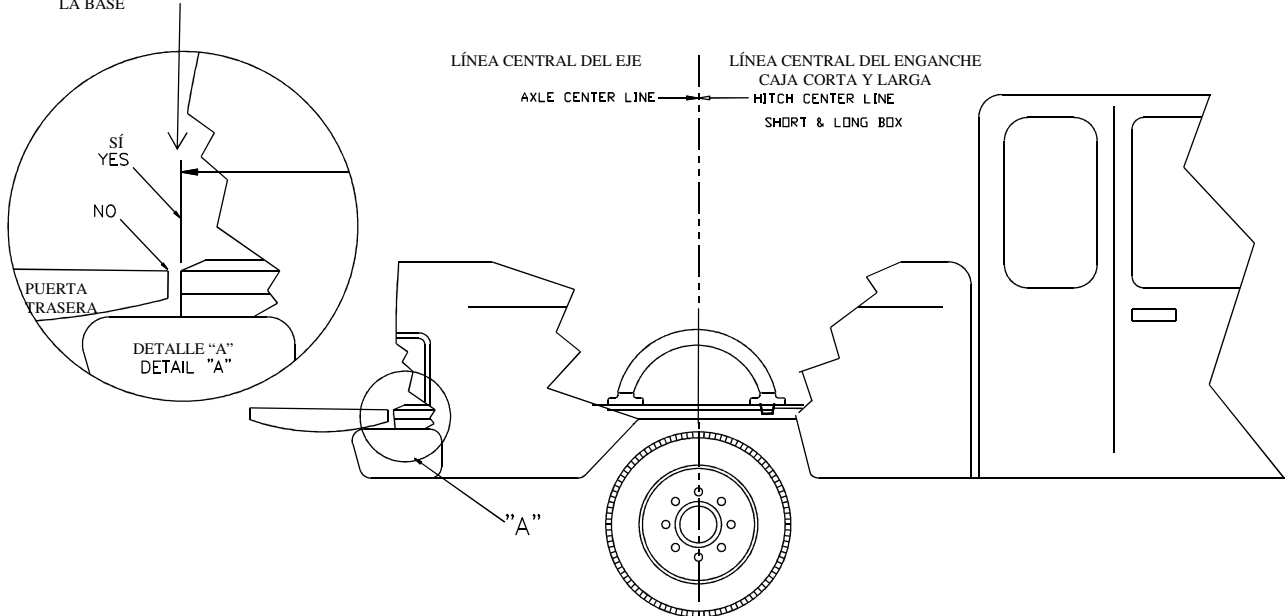

Figura 2
5. Coloque un larguero de montaje en la base del vehículo. Centre el larguero en el piso de la base del vehículo y use la cinta de medir para localizar la distancia apropiada desde el larguero hasta el borde posterior de la caja del vehículo como se ilustra en la Figura 2 en la página 2.
6. Use un perforador central para marcar los orificios en el larguero según la ilustración. Use el primer orificio desde el exterior como se muestra en la Figura 2. Mueva el larguero del camino y perforo cada posición con una broca de 1/8".
12. Use un perforador central para marcar los orificios en el larguero frontal según la ilustración. Use los orificios exteriores como se muestra en la Figura 2. Mueva el larguero del camino y perforo cada posición con una broca de 1/8". Revise que los orificios perforados de 1/8" se alineen con las ranuras en los soportes del bastidor. De lo contrario, vuelva a posicionar los orificios de 1/8".